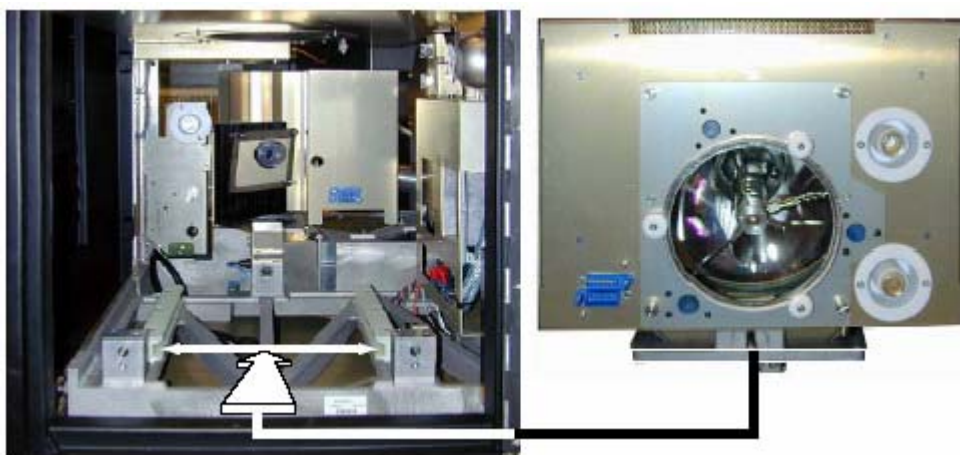

图 7-44 将灯组件移进基座
1. 将灯组件放在数字放映机的灯基座上，使灯组件支脚对准基座上的槽。（图7-44）